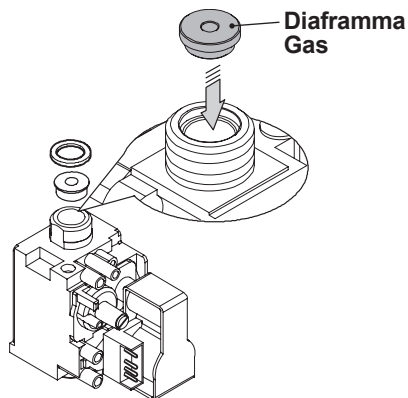

Figura 8.2
- Eseguire la trasformazione del tipo di gas sostituendo correttamente il diaframma gas (Figura 8.2), facendo riferimento alla sezione "Dati tecnici" pag. 26 (modello **KONDENSX N 25 R**) e pag. 29 (modello **KONDENSX N 35 R**).